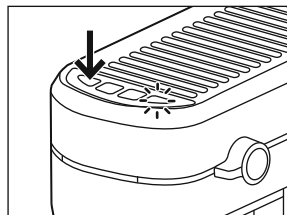

Fig. 2
3. Dopo l'accensione aspettare circa 1 minuto, perché l'acqua deve scaldarsi. Durante il riscaldamento, gli indicatori ☕, ☕ e ☕ lampeggiano contemporaneamente. Al termine della procedura di riscaldamento, gli indicatori restano accesi in modo permanente (fig. 2).